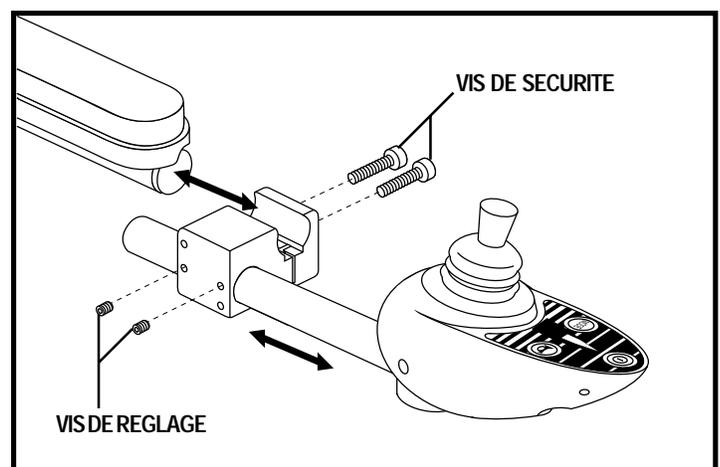

Figure 12. Installation du contrôleur- Bloc de montage
5. Installez le contrôleur sous l'accoudoir ou sur le bloc de montage. Voir la figure 12 ou 13.